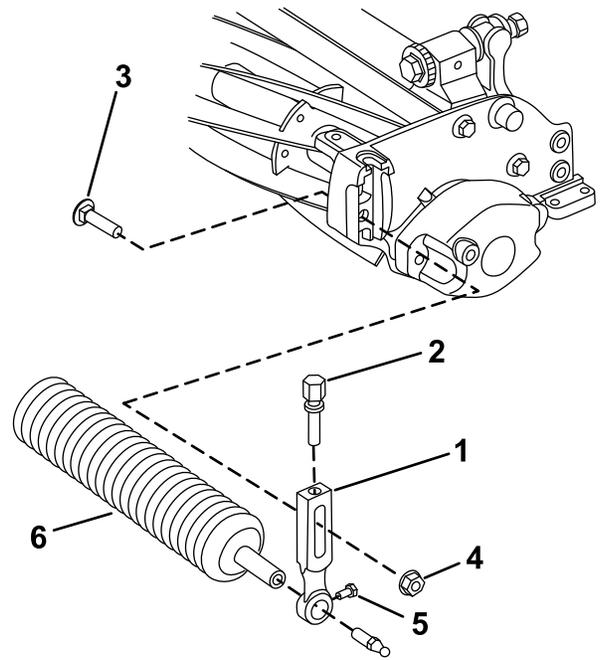

Figure 2
1. Sur l'unité de coupe, desserrez les vis qui fixent chaque côté du rouleur avant aux bras de hauteur de coupe (Figure 2).
2. Retirez les boulons de charrue et les contre-écrous à embase qui fixent les bras de hauteur de coupe à chaque extrémité de l'unité de coupe (Figure 2). Déposez les bras de hauteur de coupe et le rouleur.
3. Retirez les vis de réglage de hauteur de coupe et les vis de fixation de rouleur des bras de hauteur de coupe (Figure 2).